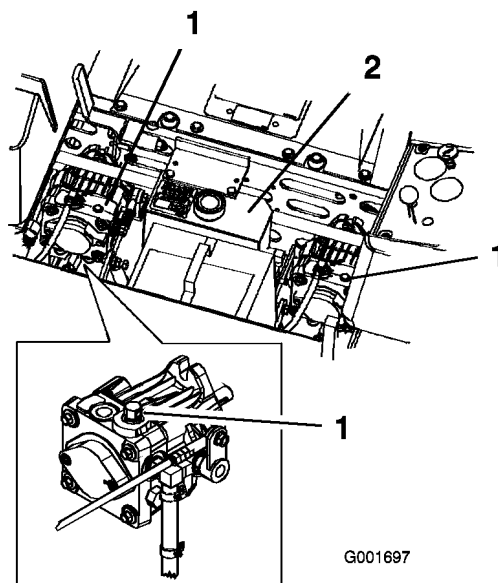

Figure 28
2. Tournez les vannes de dérivation d'un tour dans le sens anti-horaire pour pousser la machine. Cela permet au liquide hydraulique de contourner la pompe et aux roues de tourner (Figure 28).
Tournez les vannes de dérivation d'un tour dans le sens horaire pour conduire la machine (Figure 28).